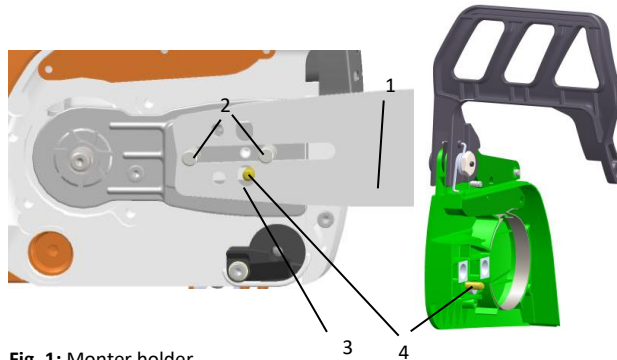

Fig. 1: Monter holder
- > Anbring sværdet - (1 – Fig. 1) mellem skrue (2 - Fig. 1).
- > Boring (3 – Fig.1) i holder skal anbringes i medbringer på kædespænder. Dette er afhængigt af motorsavstype monteret motorside eller i dæksel (4 – Fig.1).